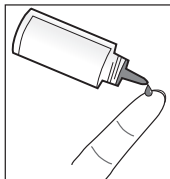

Figura 18
3. Vuelva a apretar la botella para aplicar una nueva gota en una superficie limpia y no absorbente o en el dedo. Ver figura 18.